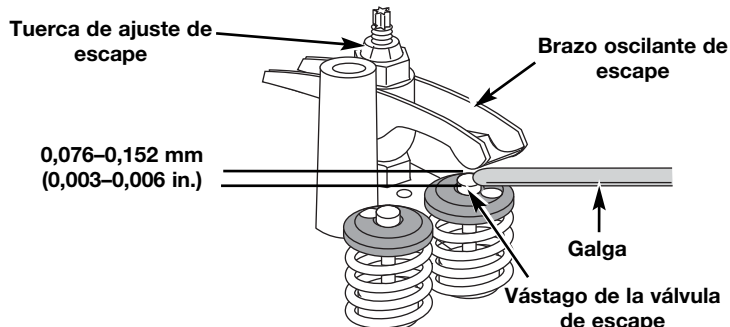

Fig. 37
- a. Gire la tuerca de ajuste con una llave de 8 mm (5/16 pulgadas) o una guía de tuercas (Fig. 37).